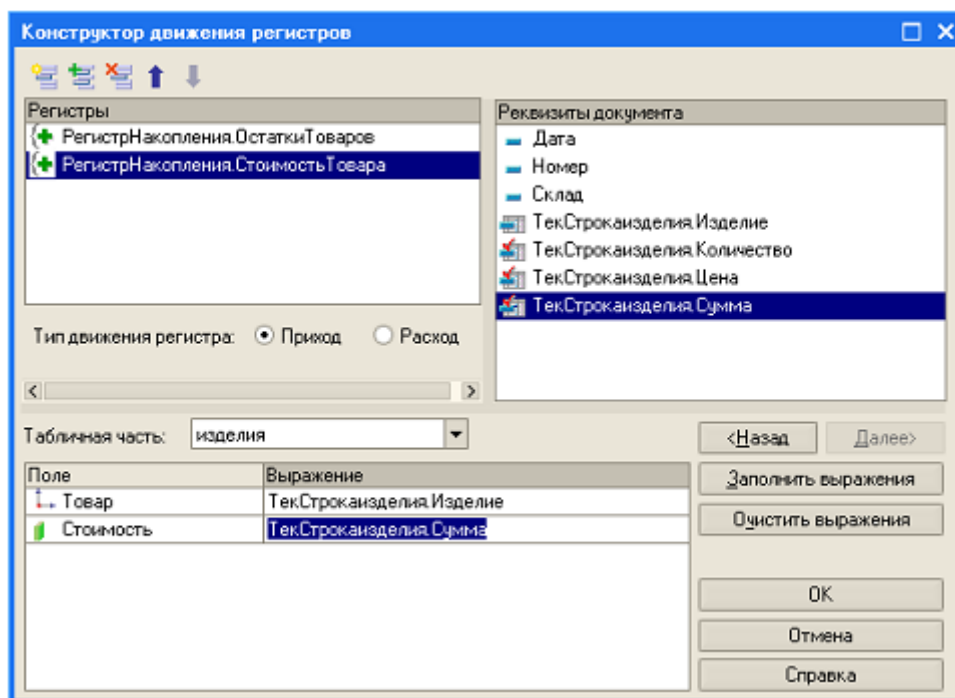

Рис. 94
- выберите для него ту же табличную часть, что и для регистра *ggg* и заполните выражения: для ресурса *Товар* выберите *ТекСтрокаизделия.Изделие*, а для ресурса *Стоимость* - *ТекСтрокаизделия.Сумма* (рис.94);